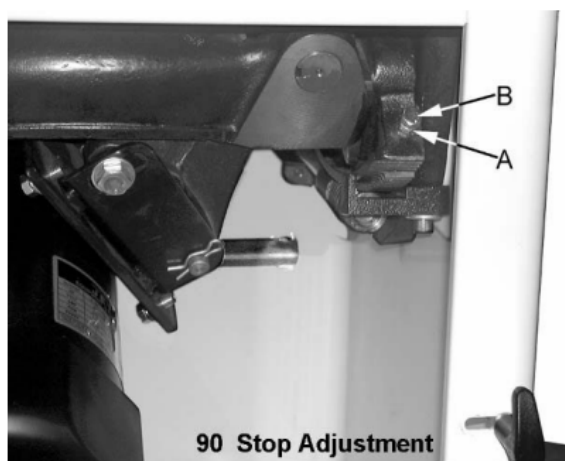

Рис. 18
5. Если пильный диск не под углом 90 градусов, откройте крышку двигателя, ослабьте контргайку (A см. рис. 18) и поверните стопорный винт регулировки (B, рис. 18) на передней цапфе во внутрь или наружу. Регулировочный винт следует прекратить вращать на переднем кронштейне цапфы, когда пильный диск находится в 90 ° к столу. Затяните контргайку (A см. рис. 18).